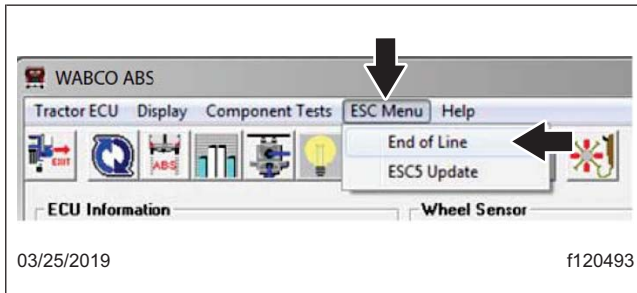

Fig. 3, Sélection du menu ESC (version logicielle 10)
- Si vous utilisez la version 10 du logiciel, sélectionnez « ESC Menu » (Menu ESC) Une liste déroulante s'ouvre. Sélectionnez « End of Line » (Fin de ligne). Reportez-vous à la figure . 3
2. Commencez alors que le véhicule est complètement arrêté. Dans le menu principal, sélectionnez « ESC Menu » (Menu ESC), puis « End of Line » (Fin de ligne). Reportez-vous à la figure . 3